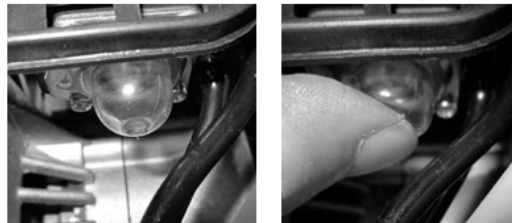

Fig.12
- 1) Premere più volte il cilindro di adescamento finché non si riempie di carburante. (fig.12)